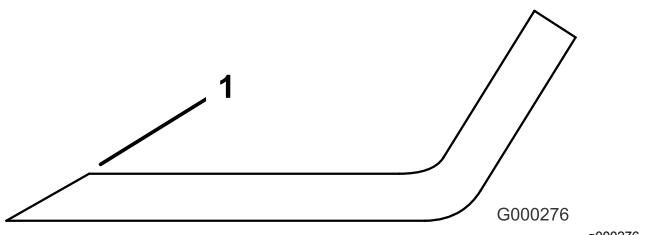

Figure 93
3. Examinez les tranchants de toutes les lames et aiguisez-les s'ils sont émoussés ou ébréchés (Figure 93).
Remarque: N'aiguisez que le haut du tranchant et conservez l'angle de coupe d'origine pour obtenir une coupe nette (Figure 93). Limez la même quantité de métal sur les deux tranchants pour ne pas déséquilibrer la lame.